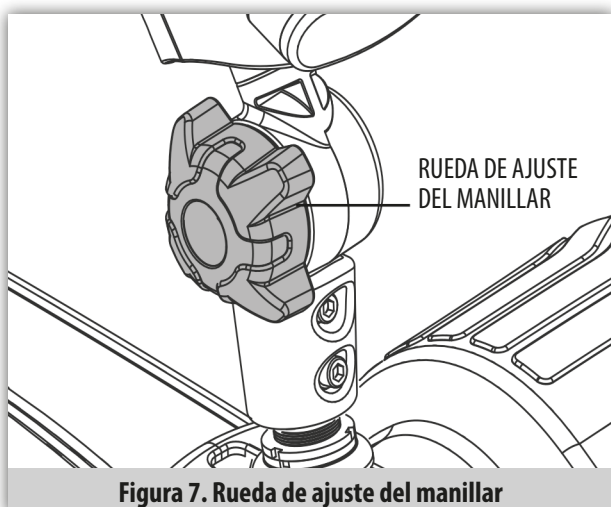

Figura 7. Rueda de ajuste del manillar
- Mientras sujeta el manillar, gire la rueda de ajuste del manillar en sentido contrario a las agujas del reloj para aflojar el manillar. (Figura 7).